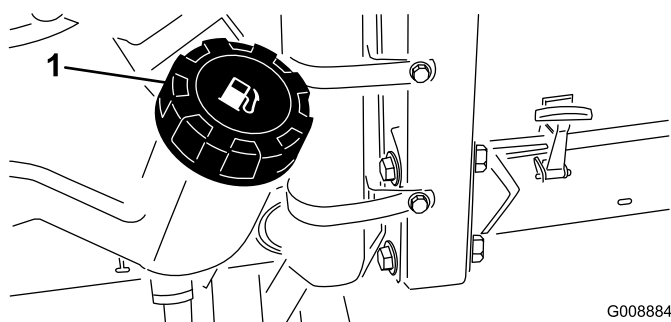

図 21
1. 燃料タンクのキャップ（図 21）の周囲をきれいに拭く。